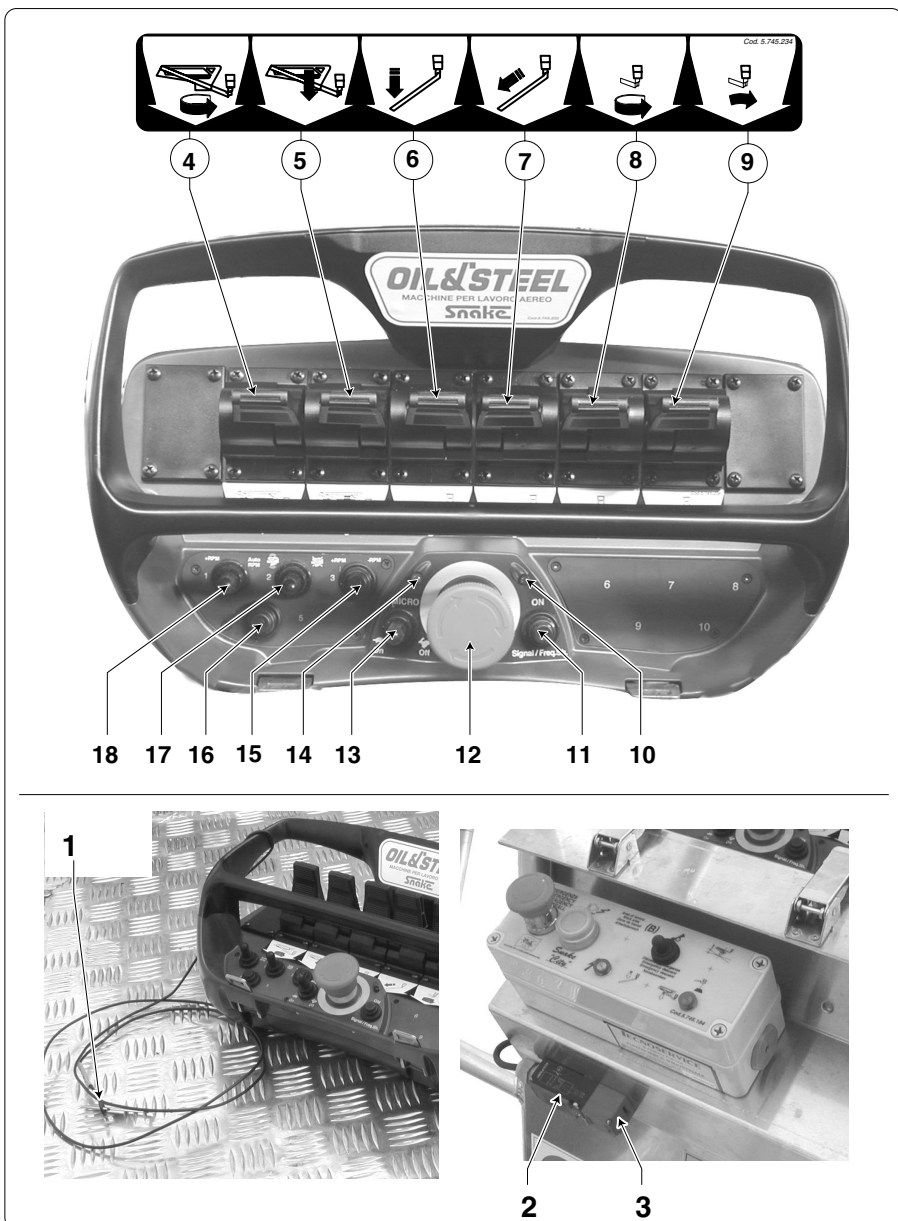

fig. 7.1.2
7.1.2 - Bedieningsorganen voor het platform op de afstandsbediening (fig. 7.1.2)
De werking van de afstandsbediening wordt geactiveerd door de naderings-microschakelaar "1", door de sleutel "2" in het contactpunt "3" te steken, fig. 7.1.2.
Beschrijving van de bedieningselementen (fig. 7.1.2)